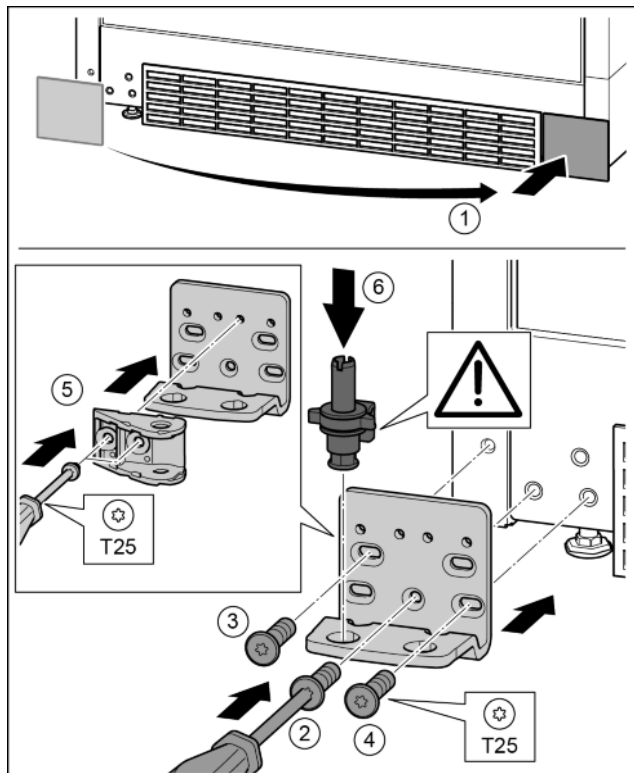

Fig. 34
- ▶ Зніміть кришку та встановіть її з іншого боку. Fig. 34 (1)
- ▶ Встановіть опорний кронштейн з іншого боку і закріпіть гвинтами за допомогою викрутки T25. Почніть із гвинта 2 знизу посередині. Fig. 34 (2)
- ▶ Закрутіть гвинти 3 та 4. Fig. 34 (3, 4)
- ▶ Поверніть з'єднувальний елемент демфера на 180°. Пригвинтіть з іншого боку опорного кронштейна за допомогою викрутки T25. Fig. 34 (5)
- ▶ Вставте цілком опорний гвинт. При цьому виступ фіксатора повинен бути спрямований назад. Fig. 34 (6)